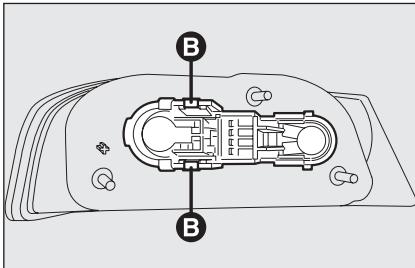

fig. 35
- saque el grupo portalámpara interviiniendo en las lengüetas de fijación **B**-fig. 35;
- vuelva a colocar el grupo portalámparas fijándolo correctamente en su posición mediante las lengüetas de fijación **B**-fig. 35;